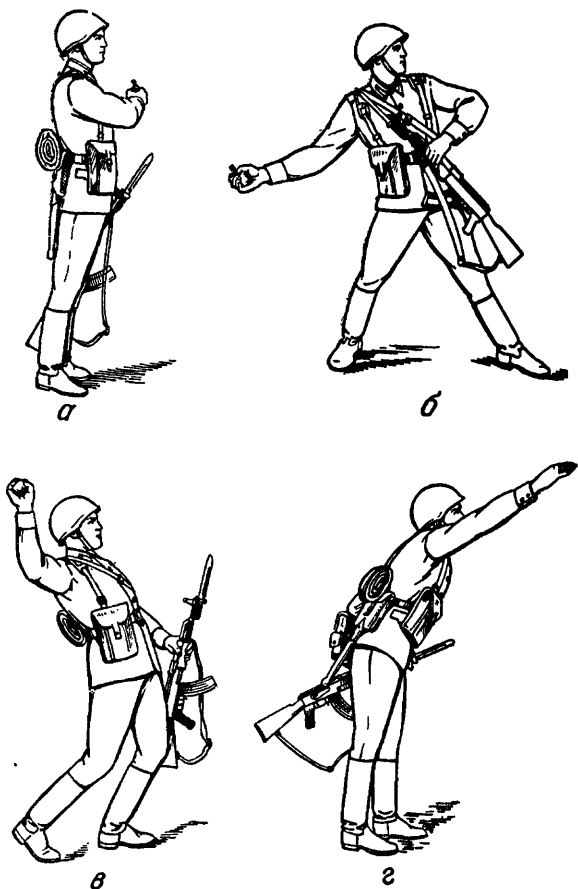

Рис. 21. Прием метания гранаты стоя с места:
**53.** При метании гранаты **стоя с места** (рис. 21) надо встать лицом к цели; гранату взять в правую (для левши — в левую), а оружие в левую (правую) руку и выдернуть предохранительную чеку; сделать правой ногой шаг назад, согнув ее в колене, и, поворачивая (как бы закручивая) корпус вправо, произвести замах гранатой по дуге вниз и назад; быстро выпрямляя правую ногу и поворачиваясь грудью к цели, метнуть гранату, пронося ее над плечом и выпуская с дополнительным рывком кисти. Тяжесть тела в момент броска перенести на левую ногу, оружие энергично подать назад.